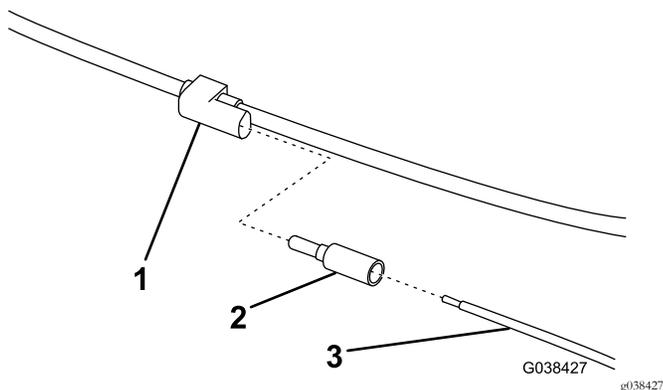

Bild 10
12. Schließen Sie das schwarz/rote Kabel an eine verkeilte Zündquelle mit mehr als 12 Volt an (Bild 10).